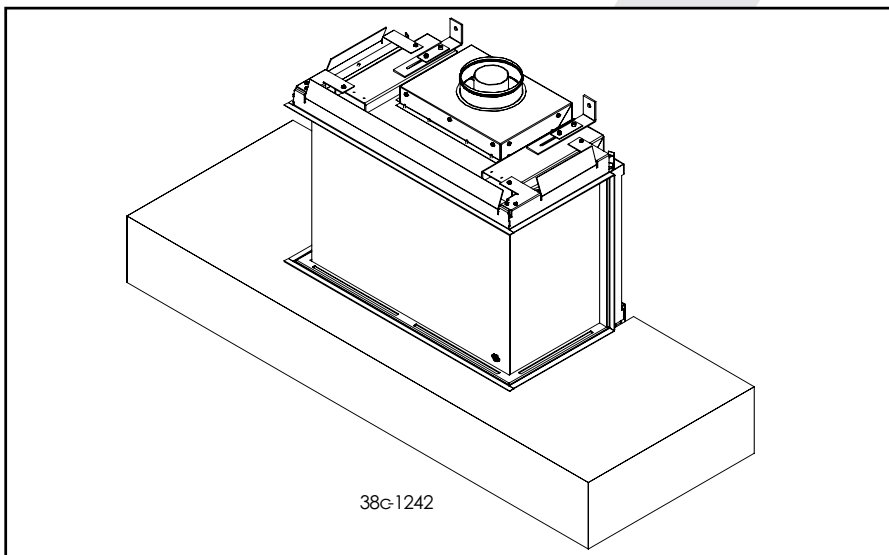

fig. 5
- Place the platform, see figure 5.
- Bringen Sie die Aufbauebene an (Abb. 5)
- Place le plateau, voir figure 5.